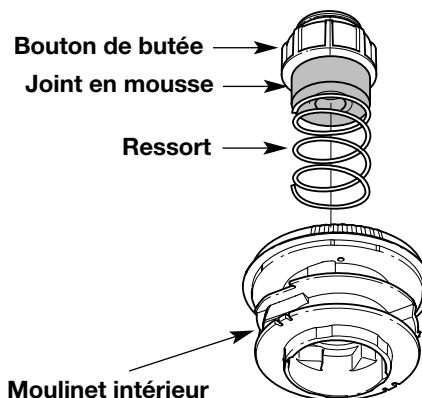

Fig. 47
1. Retirez le bouton de butée, le ressort et le joint en mousse en tournant le bouton de butée à gauche (Fig. 47).
- Maintenez le moulinet intérieur et installez le bouton de butée, le ressort, et le joint en mousse en poussant le bouton de butée vers le bas et en le tournant à droite. Saisissez les extrémités et tirez fermement pour dégager le fil des fentes de retenue du moulinet intérieur (Fig. 47).
- Tirez le bouton de butée, le ressort et le joint en mousse (Fig. 47).